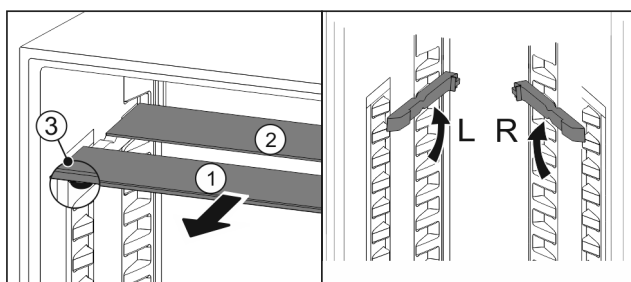

Fig. 76
- ▶ Skleněné desky jednotlivě vytáhněte dopředu Fig. 76 (1).
- ▷ Skleněná deska Fig. 76 (1) s ozdobnou lištou leží vpředu.
- ▷ Zarážky Fig. 76 (3) směřují dolů.